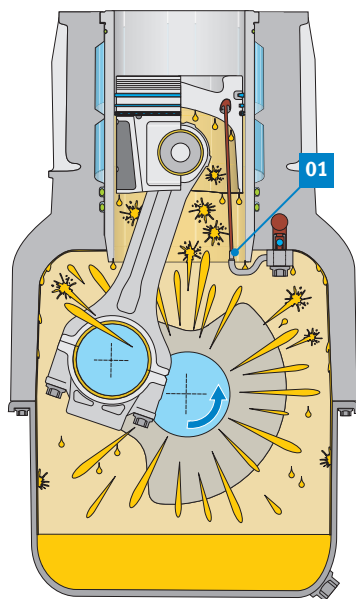

Abb. 2: Direkte und indirekte Bauteilschmierung durch Spritz- und Schleuderöl
In Abb. 2 ist die Schmiersituation eines Motors bei mittlerer Drehzahl abgebildet. Durch die höhere Drehzahl ist genügend Öldruck vorhanden, so dass die Ventile der Ölspritzdüsen öffnen, um die Kühltökanäle der Kolben mit frischem Öl zu versorgen (01).